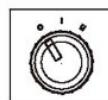

Fig1
- Chequee que la unidad este en posición [OFF] (Fig. 1). -